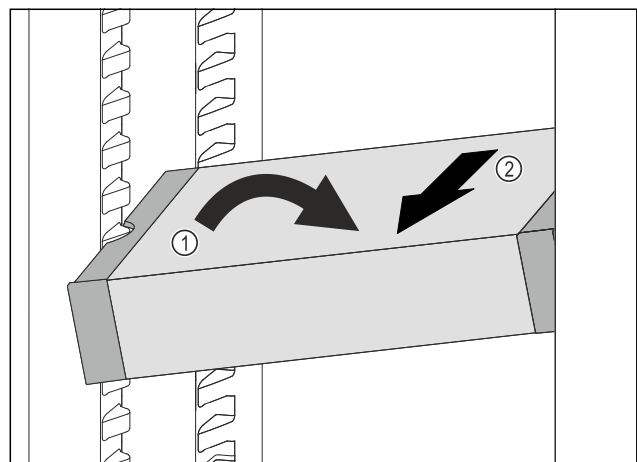

Fig. 69
- ▶ Incliner le VarioSafe dans la partie réfrigérateur. Fig. 69 (1)
- ▶ Sortir le tiroir VarioSafe par l'avant. Fig. 69 (2)